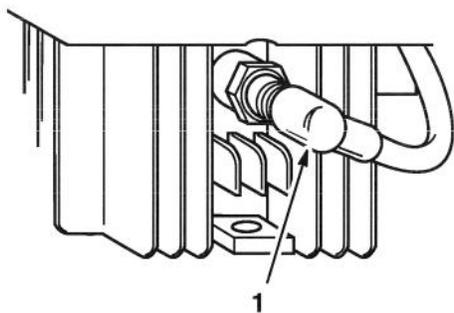

Figure 36
1. Arrêter le moteur et débrancher le fil de bougie (Fig. 36) avant d'installer ou de retirer l'obturateur.
1. Arrêter le moteur et débrancher le fil de bougie (Fig. 36), avant d'installer ou de retirer la plaque de paillage.